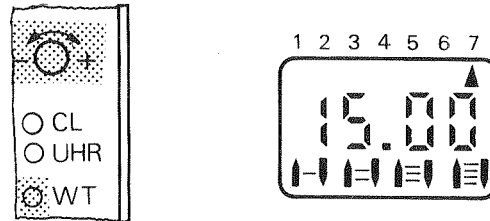

Abb. 55
3. Taste „**WT**“ drücken, und gleichzeitig Einstell-Drehknopf „**-**“/„**+**“ nach links oder rechts drehen bis „**▲**“ in der Anzeige auf „7“ (= Sonntag) zeigt (Abb. 55).